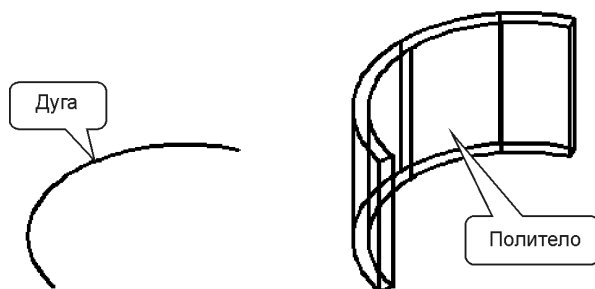

Рис. 4.9. Создание полителя из дуги
Этот способ создания полителя целесообразно использовать в тех случаях, когда уже построен плоский объект, определяющий линию построения полителя (рис. 4.9). В качестве плоских объектов могут использоваться:
4. Выберите плоский объект, из которого создается политель (рис. 4.9).